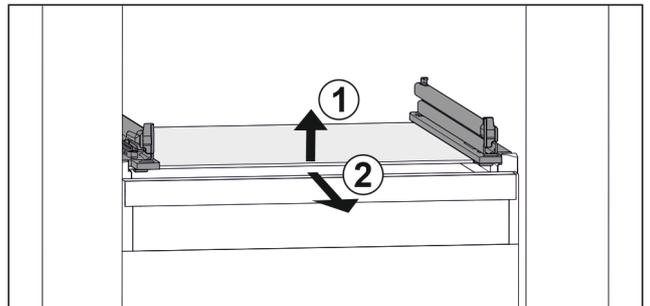

Fig. 149 Representación de la placa de vidrio a modo de ejemplo
- ▶ Levante la placa de vidrio por delante. Fig. 149 (1)
- ▶ Retire la placa de vidrio hacia delante. Fig. 149 (2)